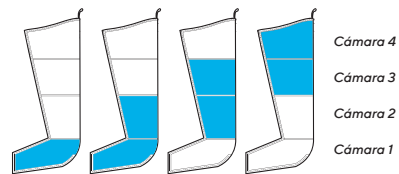

Figura 4 - Modo de ciclo
- Por ejemplo: Cuando la cámara 2 está llena, la cámara 1 empieza a desinflarse y la cámara 3 empieza a inflarse, por lo que hay un momento en que 2 de las cámaras alcanzan la presión establecida al mismo tiempo. (Ver Figura 4)